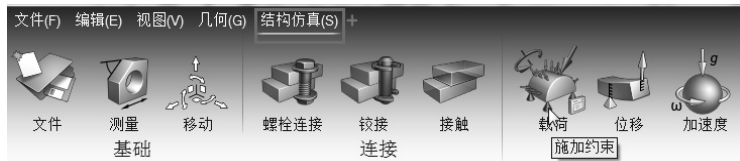

图 9-11 “施加约束”设置
1) 在菜单栏中单击“结构仿真”菜单, 将鼠标光标移动到“载荷”按钮附近, 此时移动鼠标光标在该图标的不同区域, 可看到不同的区域亮起, 请选择最底部的一个设置: “施加约束”, 如图 9-11 所示。